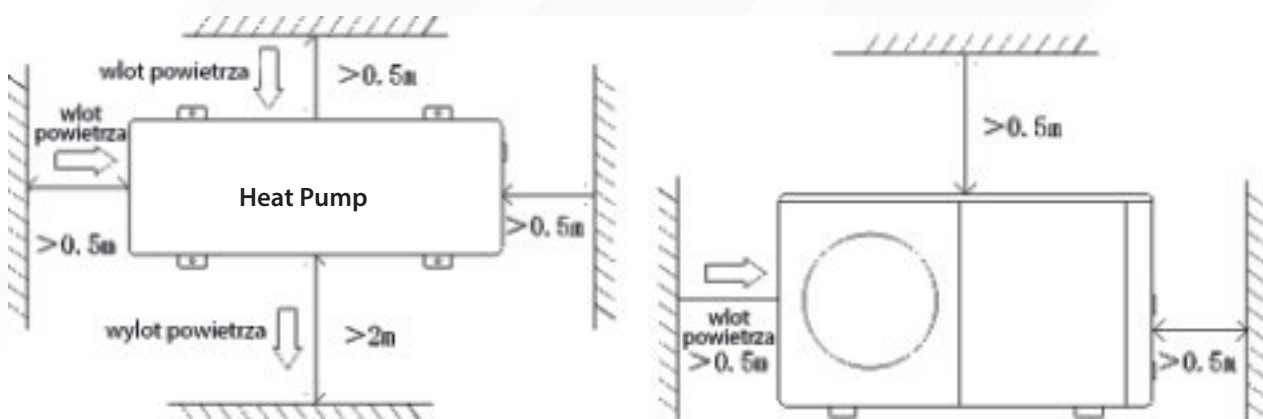

Abbildung 1
- Zum Luftauslass des Gerätes muss ein Mindestabstand von 2 m eingehalten werden (siehe Abbildung 1)